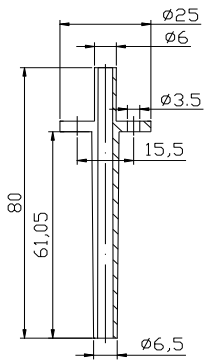
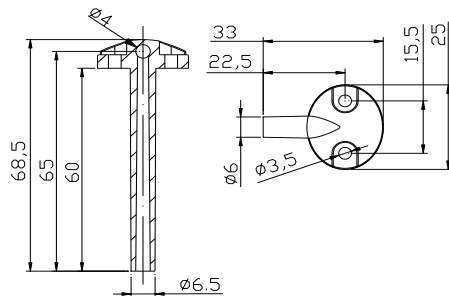

图 2: 连接件 1003
图 3: 连接件 1009
1. 先安装连接附件，如图 2 或图 3。每个附件用 2 粒螺丝固定安装在现场引压处，较长端(约 60mm)插入引压处。要注意插入后需要将开孔缝隙重新密封，以免系统漏气。